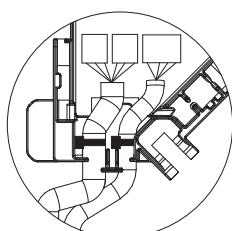

Fig. 5-16
- Sicherstellen, dass der das i-See-Sensor- und Signalempfänger-Verbindungs-kabel sichernde Kabelbinder im Innern des Anschlusskastens platziert ist. (Fig. 5-16)